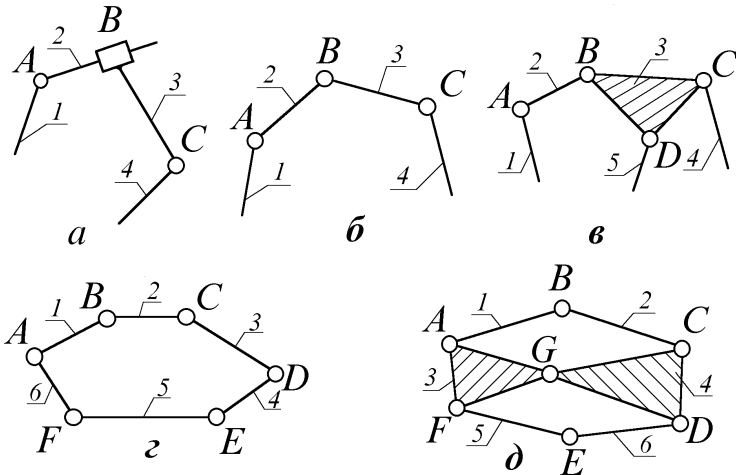

Рис. 1.1. Кінематичні ланцюги
*Простим* називається кінематичний ланцюг, у котрого кожна ланка входить не більш ніж у дві кінематичні пари (рис. 1.1 *а, б і з*).
*Складним* кінематичним ланцюгом називається ланцюг, у якому є хоча б одна ланка, що входить більш ніж у дві кінематичні пари (рис. 1.1 *в і д*).
*Замкнутим* кінематичним ланцюгом називається кінематичний ланцюг, у котрого немає ланок, що входять тільки в одну кінематичну пару (рис. 1.1 *з і д*).
*Незамкнутим* кінематичним ланцюгом називається кінематичний ланцюг, у якого є хоча б одна ланка, що входить тільки в одну кінематичну пару. Прикладами таких ланцюгів можуть служити ланцюги, показані на рис. 1.1 *а, б і в*.